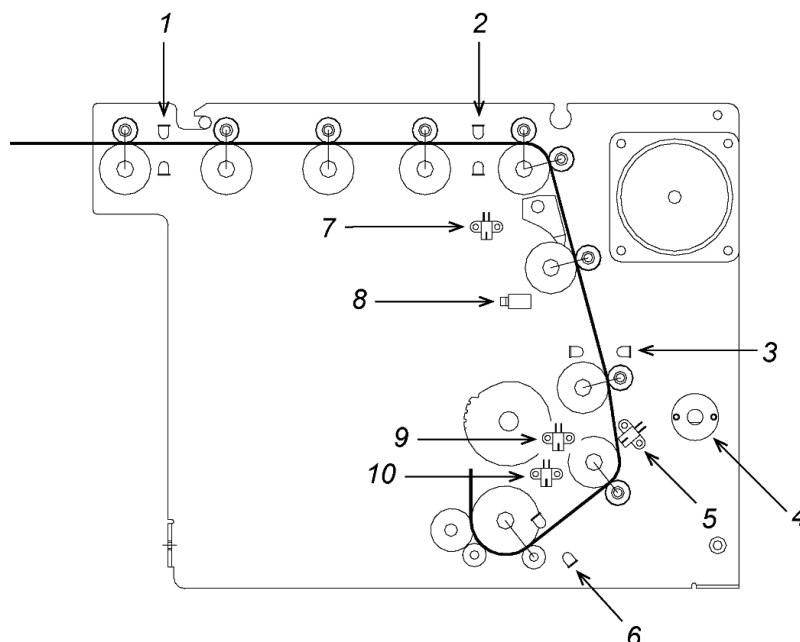

Рисунок 30. Расположение датчиков диспенсера купюр
1. Очистка губчатого фильтра приточного вентилятора (27), для этого:
- Снимите вентилятор с вентиляционной трубы (см. рис. 30).
2. Очистка датчиков диспенсера купюр сжатым воздухом. Расположение датчиков представлено на рис. 30.